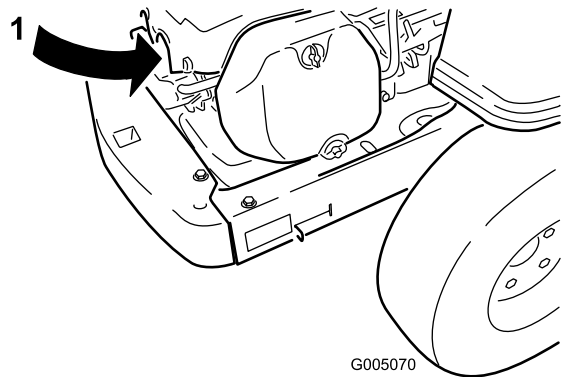

Bild 28
2. Ziehen Sie den Zündkerzenstecker ab (Bild 28). Reinigen Sie den Bereich um die Zündkerze, um zu verhindern, dass Schmutz in den Motor fallen und Schäden verursachen kann.
3. Drücken Sie den Stecker auf die Zündkerze (Bild 28).